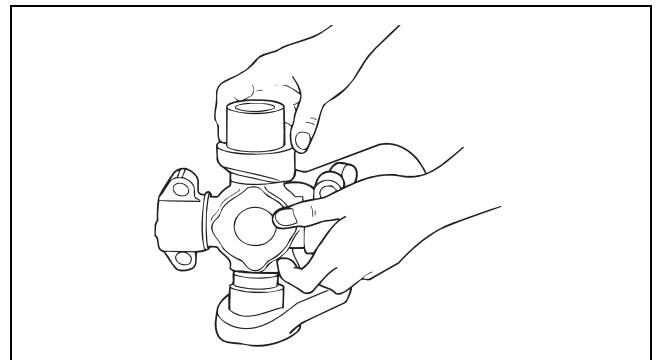

Figure 15
5. Glisser la deuxième bague sur le croisillon. Figure 15.